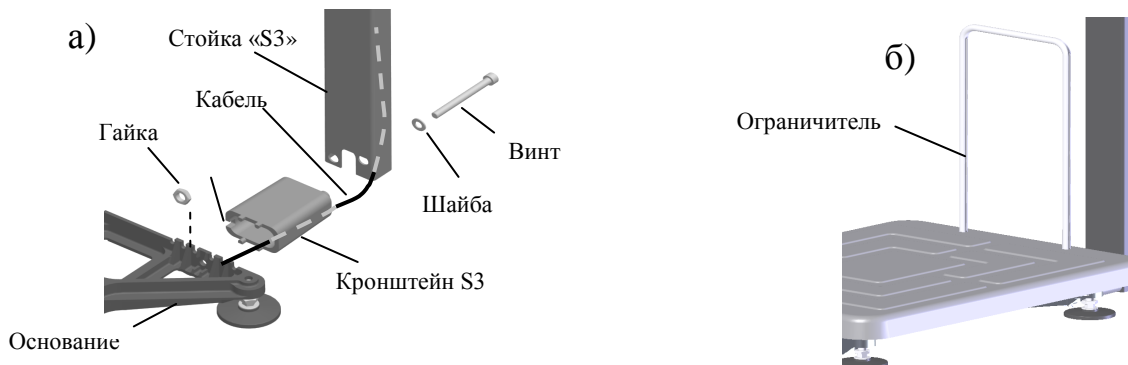

Рис. 5.2 - Крепление прямоугольной стойки к модулю ТВ-S_
- Протянуть кабель через кронштейн и стойку, Рис. 5.2 а).
Вложить в винт M8x130 шайбу 8. Вставить винт в отверстие стойки и пропустить его сквозь стойку, кронштейн (положение паза кронштейна см. на Рис. 5.2 а) и основание модуля. Стянуть винт гайкой M8.
- Плотно вставить в отверстия платформы ограничитель (Рис. 5.2 б)).